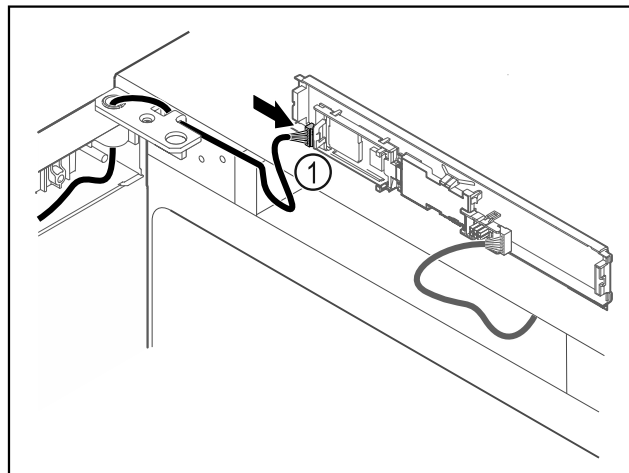

Fig. 65
- Sätt i kontakten Fig. 65 (1) på kretskortet.